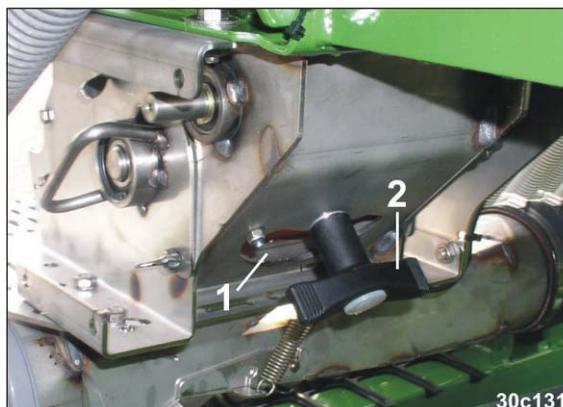

Fig. 178
6.2 Abrir la trampilla de vaciado (Fig. 178/1) girando el mango (Fig. 178/2).